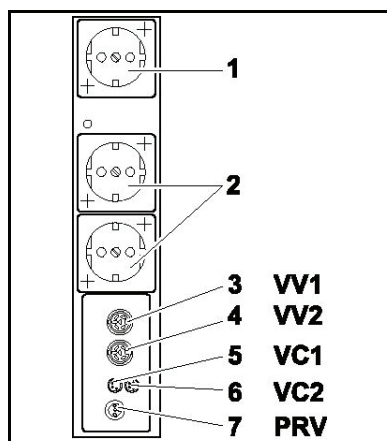

Fig. 10: Conexiones módulo de control
1. Conectar la clavija de señal del controlador de vacío a la toma VC1 (Fig. 10/5) del módulo de control con el cable suministrado.
2. Cuando se utilicen dos controladores de vacío, conectar la clavija de señal del segundo controlador a la toma VC2 (6) del módulo de control.
3. Conectar el enchufe del controlador de vacío en la toma de corriente (2) del módulo de control.
4. Cuando se utilicen dos controladores de vacío, conectar los enchufes de las válvulas de vacío a las tomas VV1 (3) y VV2 (4) del módulo de control.
5. Conectar el enchufe de la válvula de alivio a la conexión PRV (7) del módulo de control.
6. Enchufar la toma de alimentación de la bomba en la toma de corriente señalizada (1) del módulo de control.
2. Insertar el enchufe de la válvula de líquido refrigerante en la toma VV1 (véase Fig. 10/3) del controlador de vacío.